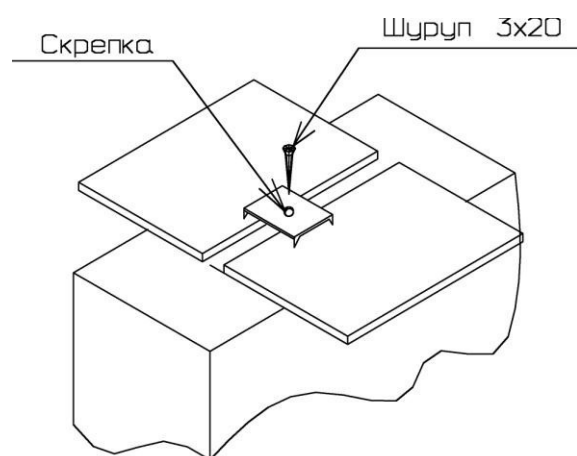

Рис. 3
1. Присоединить переднюю планку (16) к горизонтальному щиту (15) с помощью конфирмат-винтов.
2. Присоединить к перегородке (18) детали дна (19) так, чтобы дюбели эксцентриковых стяжек вошли в предназначенные для них отверстия. Затянуть эксцентрики, повернув их на 180 градусов.
3. Аналогичным образом присоединить к перегородке (18) задние планки (20) и горизонтальный щит (15).
4. К перегородке (18) и деталям дна (19) присоединить передний щит (13) с помощью эксцентриковых стяжек.
5. К получившейся конструкции присоединить боковую стенку (11) так, чтобы дюбели и шканты вошли в предназначенные для них отверстия.
6. К боковой стенке (11) присоединить задний щит (17) с помощью эксцентриков, одновременно закрепив его к горизонтальному щиту (15) конфирмат-винтами.
7. С другой стороны присоединить боковую стенку (12). Сверху установить верхний щит (10). Затянуть эксцентрики, повернув их на 180 градусов.
8. Установить задние стенки, закрепив их к задним планкам (20) саморезами 3,5x16мм, а к кромкам щитов шурупами 3,2x20мм и скрепками (схема установки задних стенок и рис.3). Провод с вилкой вывести через технологическое отверстие в углу задней стенки.